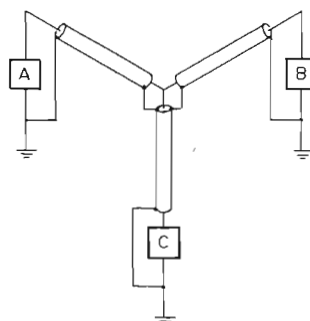
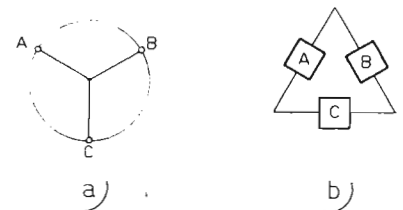

Fig 2
Fig 3
Hade jag börjat den här läsövningen med detta problem, skulle nog de flesta blivit avskräckta, men eftersom jag nyss har givit en så fin ledtråd bör ni få pris. Svaret är, att man skall förbinda dem alla i parallell via kvartervågsledningar som antydes i fig. 2. Kvartervågsledningarna transformerar en parallellförbindning till en serieförbindning.
a) Schematisering av fig. 2. b) ekvivalenta schemat för fig. 2.
läsningen av detta till slöseri med tiden eller om ni inte är villig att godta mina ord så vill ni nog ha mitt påstående litet bättre bevisat, dvs. att impedanserna A , B och C i fig. 2 faktiskt alla är effektivt seriekopplade. Betraktar ni kopplingen i fig. 2 och antar att B och C har vitt skilda impedanser, så är ni nog ganska väl ursäktad om ni inte genast inser att en ström som alstrats i A måste passera både B och C med samma styrka.
Ni kan emellertid inte heller förneka att alla innerledarna i fig. 2 har samma spänning till ytterledarna i föreningspunkten och därför är ordentligt parallellkopplade. I tillägget har jag — som jag hoppas till full evidens — bevisat att strömmarna som flyter i kvartsvågsledningarnas motsatta ändar alla är proportionella mot nyssnämnda spänning och därför lika, förutsatt att Z_0 är detsamma för alla tre ledningarna. Följaktligen måste samma ström flyta genom A , B och C , varför dessa verkar som om de vore seriekopplade. Dessutom blir de strömmar som flyter från föreningspunkten noll och alltså blir också summan av spänningarna över ledningarnas ytterändar noll, precis som om samtliga skulle varit seriekopplade på »vanligt» sätt.
I fig. 3 a har vi dr Phillips förslag till förenklat schema för fig. 2 och i 3 b visas den ekvivalenta kretsen. Fig. 4 a och b framställer exakt samma koppling, endast ritad på ett annat sätt för att klargöra att impedansen A kan betraktas som liggande i parallell med seriekombinationen av impedanserna B och C . Ansluter man något annat direkt vid B och C i stället för via kvartsvågsledningar, kommer detta något självklart att ha sin »normala» verkan. Om alltså som visas i fig. 4 c en annan »stjärna» anslutes parallellt med den som visas i fig. 4 a, blir de båda stjärnorna också parallellkopplade i ekvivalentschemat, se fig. 4 d. Det är sålunda möjligt att tillämpa samma jordningsteknik på en serieparallellkombination.
a) och b) är identiska med fig. 3. c) återger två stjärnformiga anordningar direkt parallellkopplade, dvs. utan inskjutande av $\lambda/4$ -ledningar och i d) visas det tillhörande ekvivalentschemat. Impedanserna A och D i c) anslutna via $\lambda/4$ -ledningar kan ersättas med Z_0^2/A resp. Z_0^2/D direkt sammankopplade som i e). Detta arrangemang är alltså ekvivalent till det som visas i d). Det arrangemang som visas i f) är likaså ekvivalent med det som visas i d).